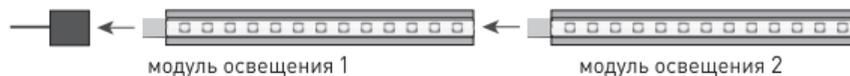

Рис.1. Соединение модулей встык.
1. Соединение встык, см. рис.1